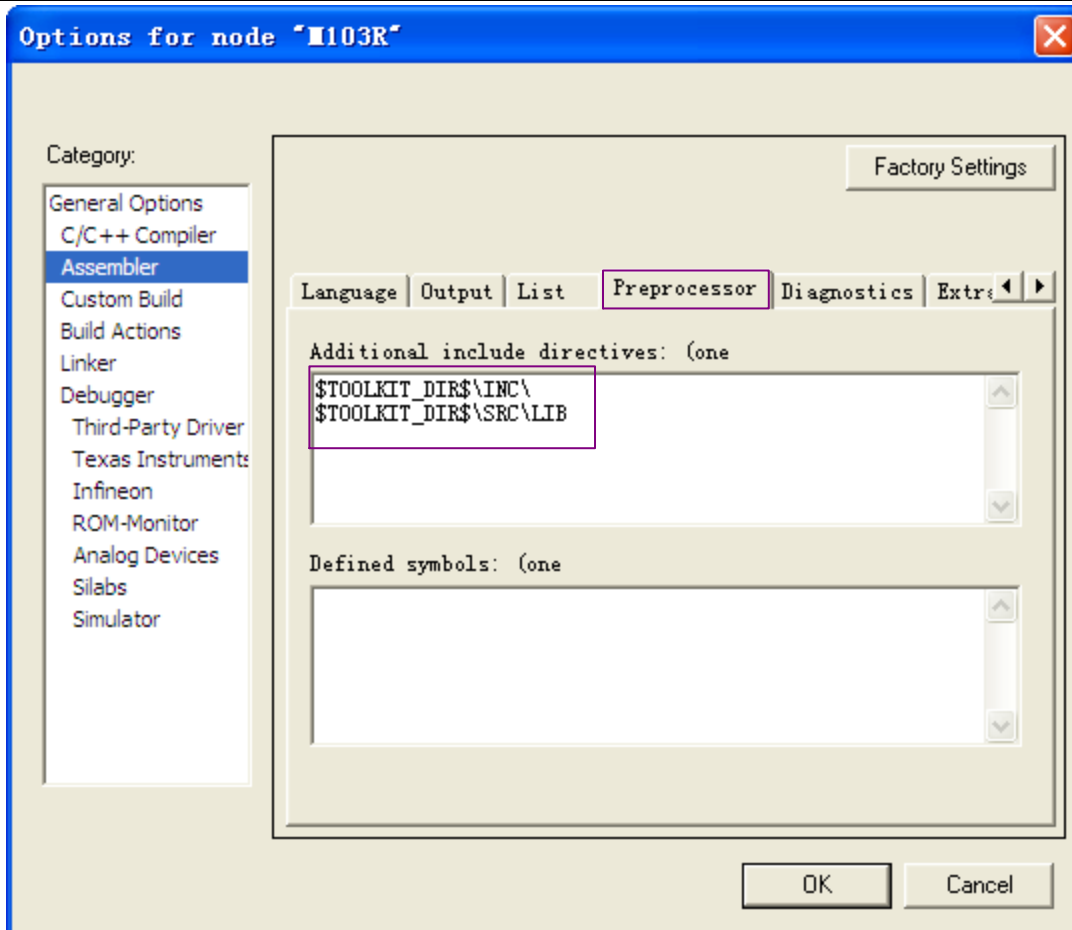

图 6 Assembler->Preprocessor 选项卡设置
6.4 如图 6 所示进行 **Assembler->PreProcessor** 选项卡设置;